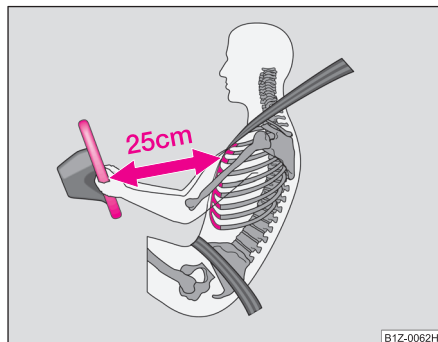

Fig. 128 Distancia de seguridad con respecto al volante
- Es importante que el conductor y el acompañante mantengan una distancia mínima de 25 cm con respecto al volante o al tablero de instrumentos ⇒ fig. 128. Si no respeta la distancia mínima, el sistema de airbag no podrá protegerle - ¡Peligro de muerte! Además, los asientos delanteros y los reposacabezas siempre deben estar correctamente ajustados a la estatura del ocupante.